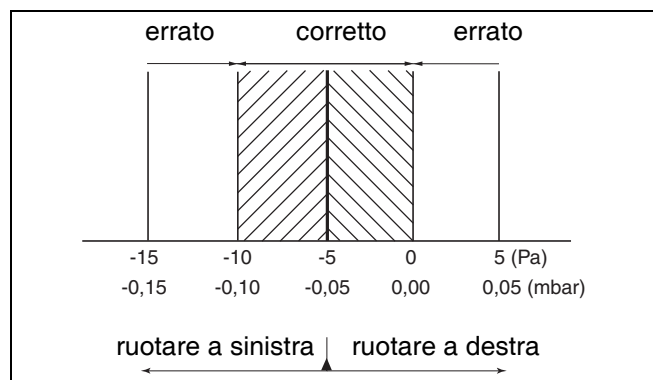

Fig. 67 Differenza Gas/Aria durante la messa sotto carico minimo
- Rilevare la pressione differenziale durante la modalità di manutenzione. La pressione differenziale ($p_{\text{gas}} - p_{\text{aria}}$) deve essere pari a -5 Pa ($\pm 5 \text{ Pa}$) (visualizzazione sull'apparecchio di misurazione: da -10 a 0 Pa) (fig. 67).